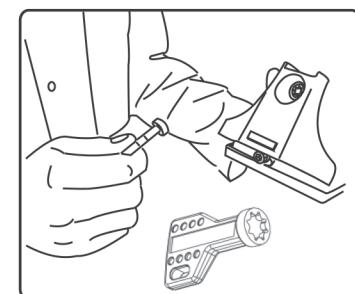

рис. 3
2. Возьмите ключ из комплекта (рис. 3).